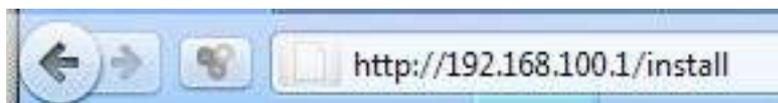

Fig.4-8 - Indirizzo accesso browser web configurazione modem
- Accedere al software di puntamento pre installato sul modem Tooway attraverso il browser del Vostro computer di puntamento all'indirizzo: <http://192.168.100.1/install> (Fig.4-8)